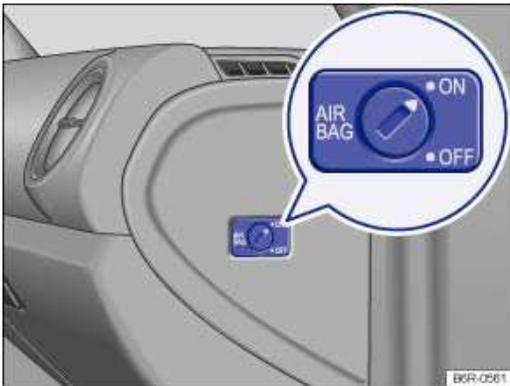

Abb. 60 Auf der Beifahrerseite: Schüsselschalter zum Ab- und Einschalten des Beifahrer-Frontairbags.
- Mit dem ausgeklappten Schlüsselbart den Schüsselschalter in der Instrumententafel → *Abb. 60* in die Position **OFF** drehen.
- Mit dem ausgeklappten Schlüsselbart den Schlüsselschalter in der Instrumententafel → Abb. 60 in die Position **ON** drehen.